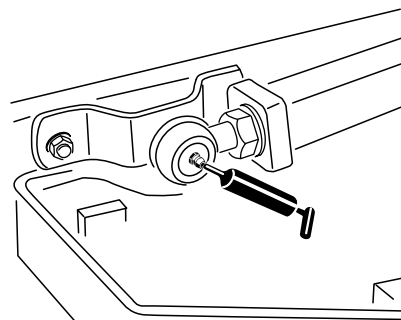

Figura 64
- Rótulas esféricas do braço de elevação (2) (Figura 64)